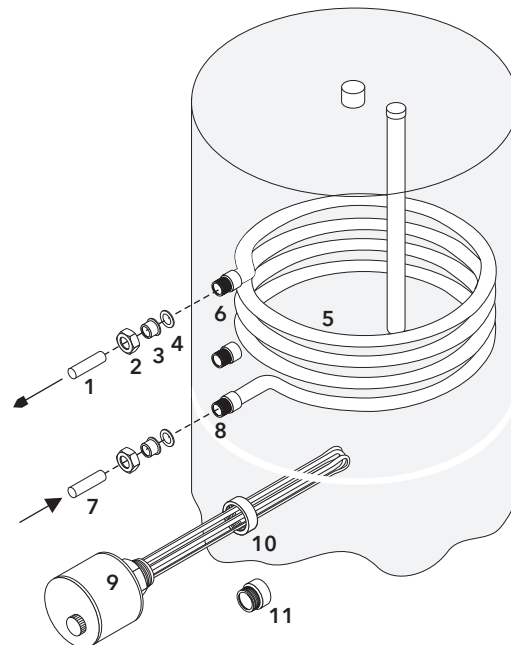

Abb. 5 Nachheizung anschließen
- Den im Lieferumfang befindlichen 1½"-Stopfen (7) in die 1½"-Muffe (8) seitlich einschrauben und mit Hanf abdichten. Optional kann ein Einschraubheizkörper seitlich in die 1½"-Muffe montiert werden (s. Abb. 5 in Kapitel 4.5 „Nachheizung anschließen“).
- Verschraubungen am Flanschdeckel (9) nochmals nachziehen, dann Flanschabdeckung wieder aufstecken.
Die Nachheizung des Trinkwassers kann auf verschiedene Weisen erfolgen. In Abb. 5 sind 2 Möglichkeiten gezeigt: